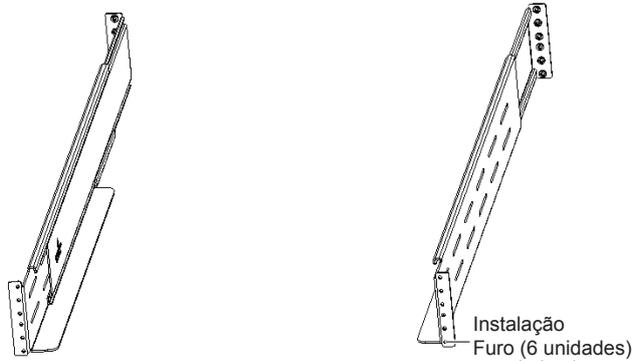

Figura 2-5 Trilhos guia
1) Remova os trilhos guia (direito e esquerdo), os parafusos dos trilhos e os dos painéis da embalagem. Diferencie os trilhos direito e esquerdo de acordo com a Figura 2-5 e verifique as suas respectivas funções retráteis.